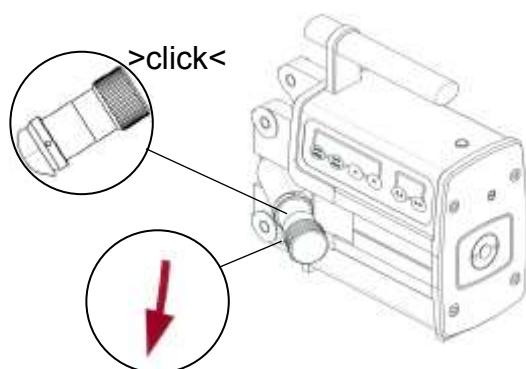

Fig. 63
1. Determinare il senso di rotazione corretto dell'unità di comando DU2010, vedere la freccia sul DL2002, fig. 63.
9. Uno scatto corrisponde a 0.05 mm (0.002 inch), fig. 63.